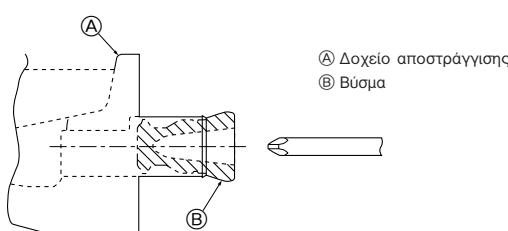

Fig. 5-1
5.1. Προπαρασκευή για την εγκατάσταση της σωλήνωσης στην αριστερή πλευρά (Fig. 5-1)